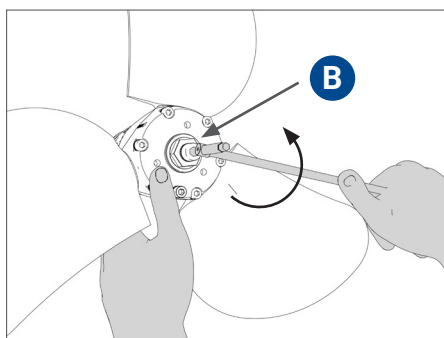

FIG. 34 | Svitare il bullone di sicurezza "B"
- Allentare il bullone di sicurezza **B** (se presente) in senso antiorario (Fig. 34).